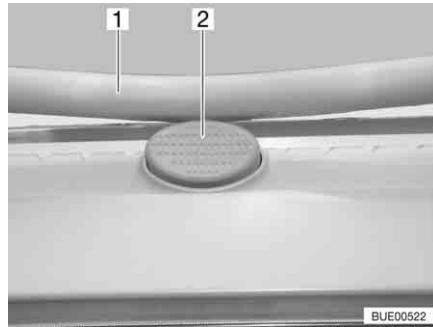

Bild 111 Låsknapp på Heki-takluckan
- Tryck på låsknappen (Bild 111,2) och dra ner bygel (Bild 111,1) med båda händerna.
- Tryck bygel uppåt med båda händerna tills bygel ligger ovanför låsknappen (Bild 111,2).